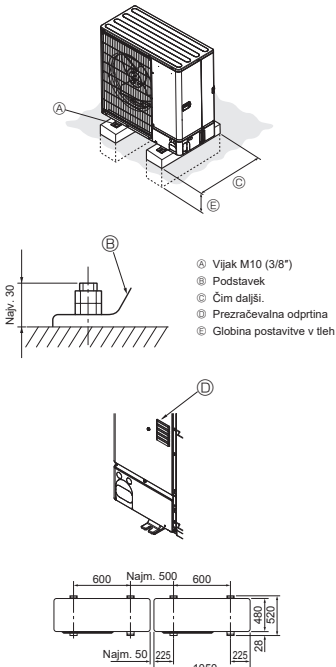

Fig. 3-1
- Zagotovite, da bo enota nameščena na čvrsto in ravno površino, da preprečite ropotanje med obratovanjem. (Fig. 3-1)